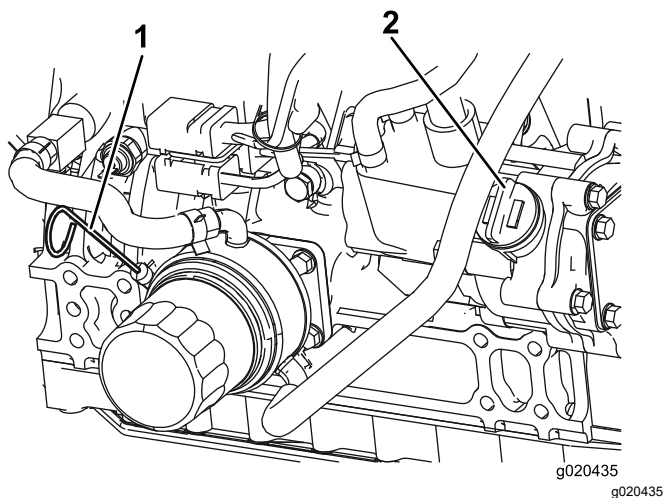

Figura 72
El nivel de aceite debe estar en el intervalo seguro (Figura 72).
4. Si el nivel de aceite está por debajo del intervalo seguro, retire el tapón de llenado (Figura 72) y añada aceite hasta que el nivel llegue a la marca FULL.